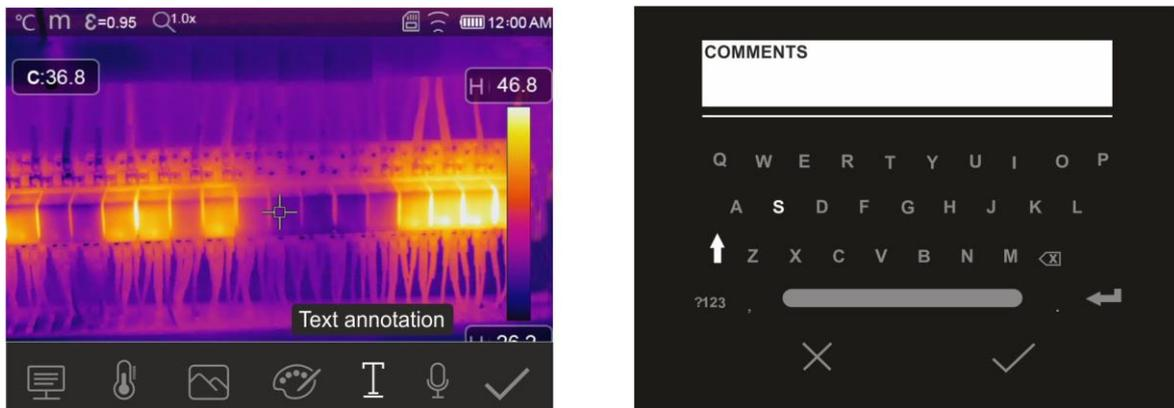

Fig. 49: Insérer une annotation textuelle dans l'image
4. Touchez l'icône «T» pour insérer une annotation textuelle dans l'image. La page-écran de la Fig. 49 – partie droite s'affiche à l'écran